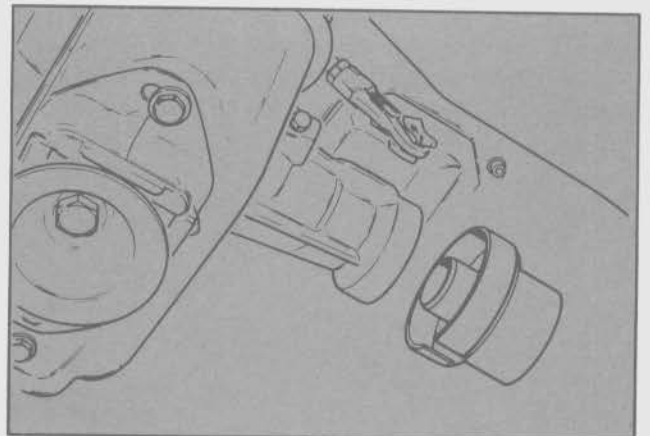

Fig. 17 - Instalación de la herramienta T78G-77052-BAS
- Instalar la herramienta T78G-77052-BAS en el eje de salida para evitar la pérdida de aceite de la transmisión (Fig. 17).